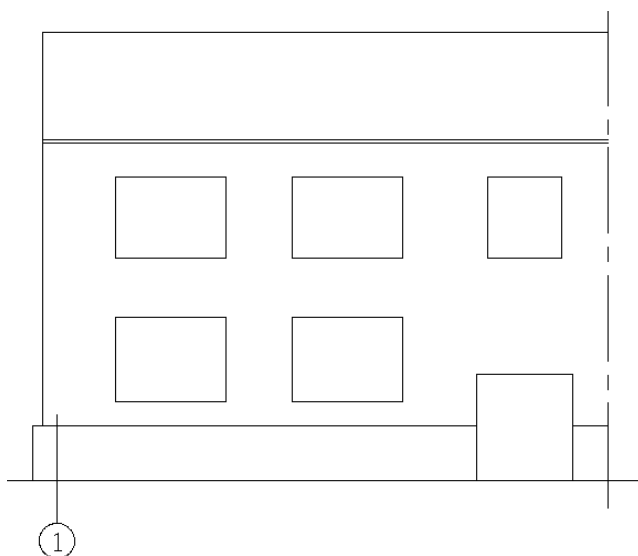

Рис. 2.35. Креслення фасаду будівлі
- креслять тонкими лініями дахи, якщо необхідно, то димові і вентиляційні труби, огороження балконів та інші архітектурні елементи фасаду, рисунок 2.35;